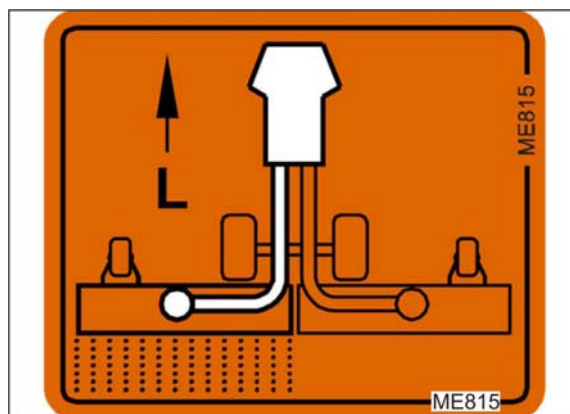

Fig. 215
3. Den Hebel nach rechts (Fig. 215/1) umlegen und arretieren: